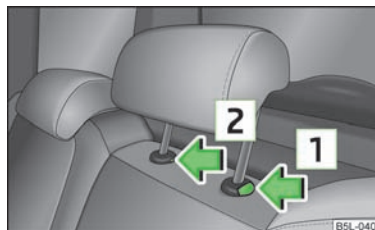

Fig. 47
- Pulsar el seguro en sentido de la flecha **1** » fig. 47, presionando al mismo tiempo con un destornillador plano con un ancho de 5 mm como máx. el seguro en el orificio **2**, y retirar el reposacabezas.